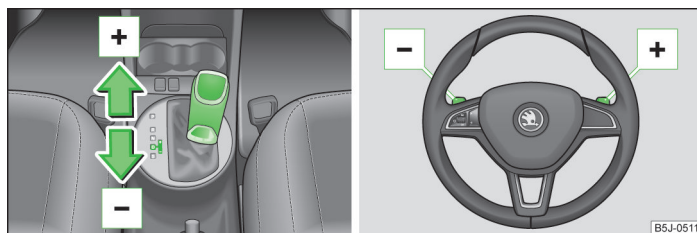

Fig. 91 Palanca selectora y volante multifunción
- Presionar ligeramente la palanca selectora hacia adelante » fig. 91.
- Presionar ligeramente la palanca selectora hacia atrás » fig. 91.